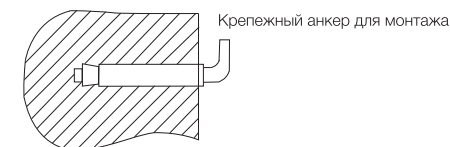

Рис. 5
- После выбора места монтажа определите места под два крепежных болта с крюками (в зависимости от спецификаций выбранного изделия). Прodelайте в стене два отверстия необходимой глубины с помощью сверла размером, соответствующим размеру крепежных болтов, вставьте винты, поверните крюк вверх, плотно затяните гайки, а затем установите на него электрический водонагреватель (см. рис. 5).